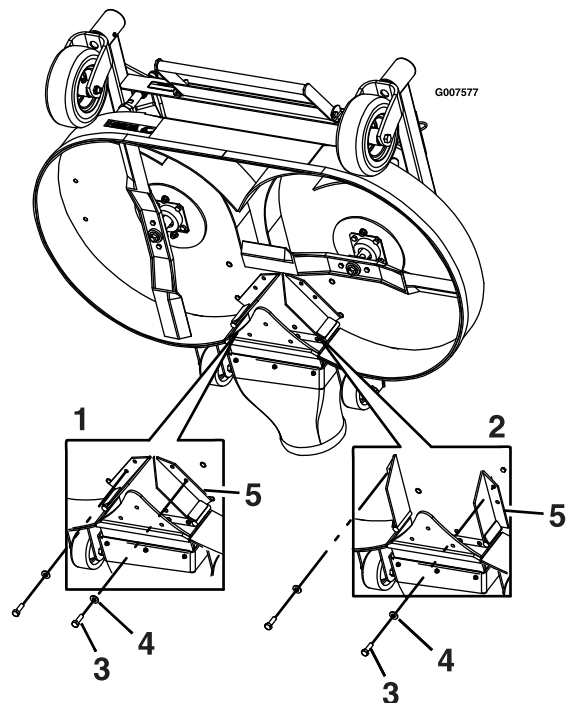

Figura 12
7. Îndepărtați urubul i piulia din partea frontală a fiecărui deflector FRS (Figura 12).